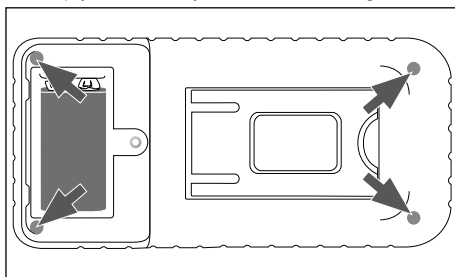

Fig. 5
- ◆ Desfaceți cele patru șuruburi de pe partea din spate a aparatului și scoateți panoul din spate (a se vedea fig. 5).